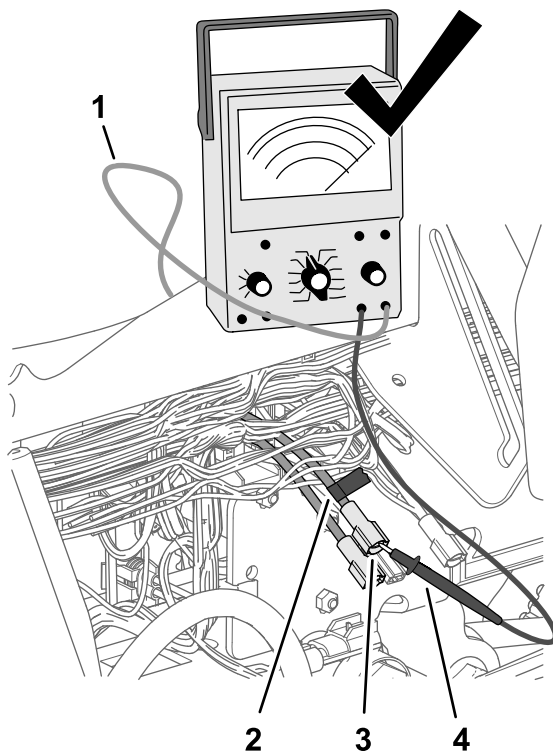

Рисунок 191
- Используйте отрезок клейкой ленты, чтобы отметить разъем и провод, месторасположение которых определено при выполнении пункта 3 (Рисунок 191).